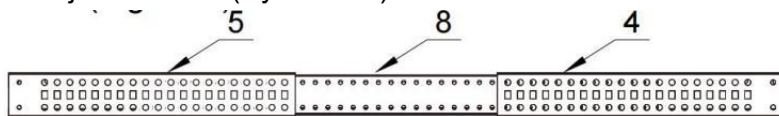

Figure 1
1. Wyrównaj lewy narożnik B (#4) i prawy narożnik Uchwyty (#4) za pomocą sekcji środkowych (#8) przesunąć wsporniki narożne na górę Sekcje środkowe. (Rysunek 1)